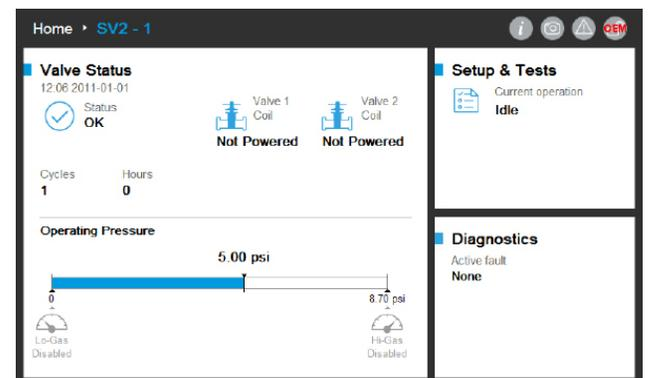

Fig. 5. Session établie. L'utilisateur est connecté en tant que fabricant d'origine.
Si vous oubliez de modifier le mot de passe par défaut, la vanne sera verrouillée après la session sécurisée. Il s'agit d'une mesure de sécurité empêchant d'utiliser une vanne en mode non sécurisé (sans mot de passe correctement configuré). Consultez les figures 5 à 8.
Si vous perdez les mots de passe Installateur ou Fabricant d'origine, vous pouvez toujours les réinitialiser si cette option a été activée par le fabricant d'origine. Consultez la fig. 5. La méthode de réinitialisation varie selon qu'il s'agit d'un mot de passe de compte Installateur ou Fabricant d'origine. Prenez note que vous ne pouvez pas contourner cette méthode en effectuant un cycle de la vanne ou en coupant l'alimentation de l'interface utilisateur.
Par défaut, la fonction de réinitialisation de mot de passe des comptes Installateur et Fabricant d'origine est désactivée. Le fabricant d'origine ou le propriétaire de l'appareil doit l'activer lors de la configuration initiale de chaque appareil, comme cela est indiqué à la figure 5.
- Le fabricant d'origine peut choisir d'activer ou de désactiver la fonction de réinitialisation du mot de passe du compte Fabricant d'origine. Consultez la figure 5.